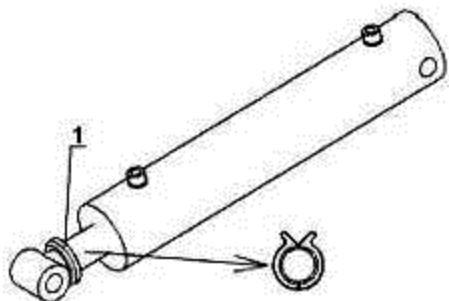
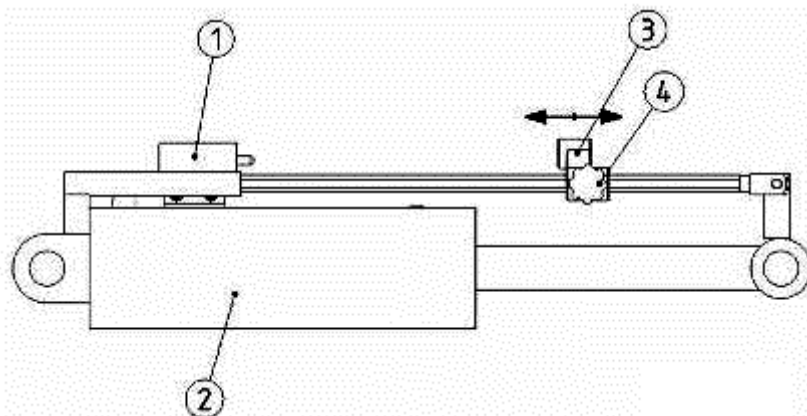

Рисунок 18.
Рисунок 19.
Регулировка глубины обработки, в зависимости от комплектации агрегата, может осуществляться клипсами (рис. 18) или отсекающим клапаном (рис. 19).
Регулировки рабочей глубины отсекающим клапаном осуществляется путем перемещения упорного кронштейна (3) (рис. 19) на штанге, установленной на одном из гидроцилиндров опорных колес агрегата.